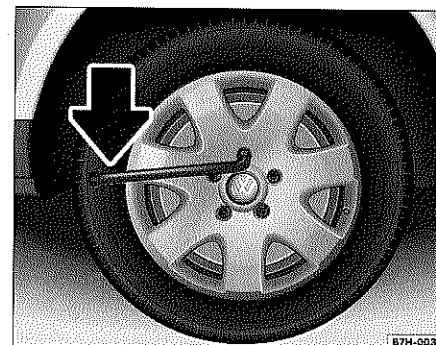

Fig. 24 Cambio de rueda: aflojar los tornillos de rueda
- Introduzca la llave de rueda hasta el tope en el tornillo ⇒ fig. 24.